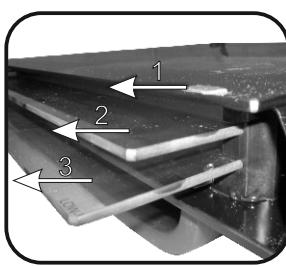

Rys. 4
- Pociągając do góry, zdjąć metalową górną pokrywę. (Rys.4)